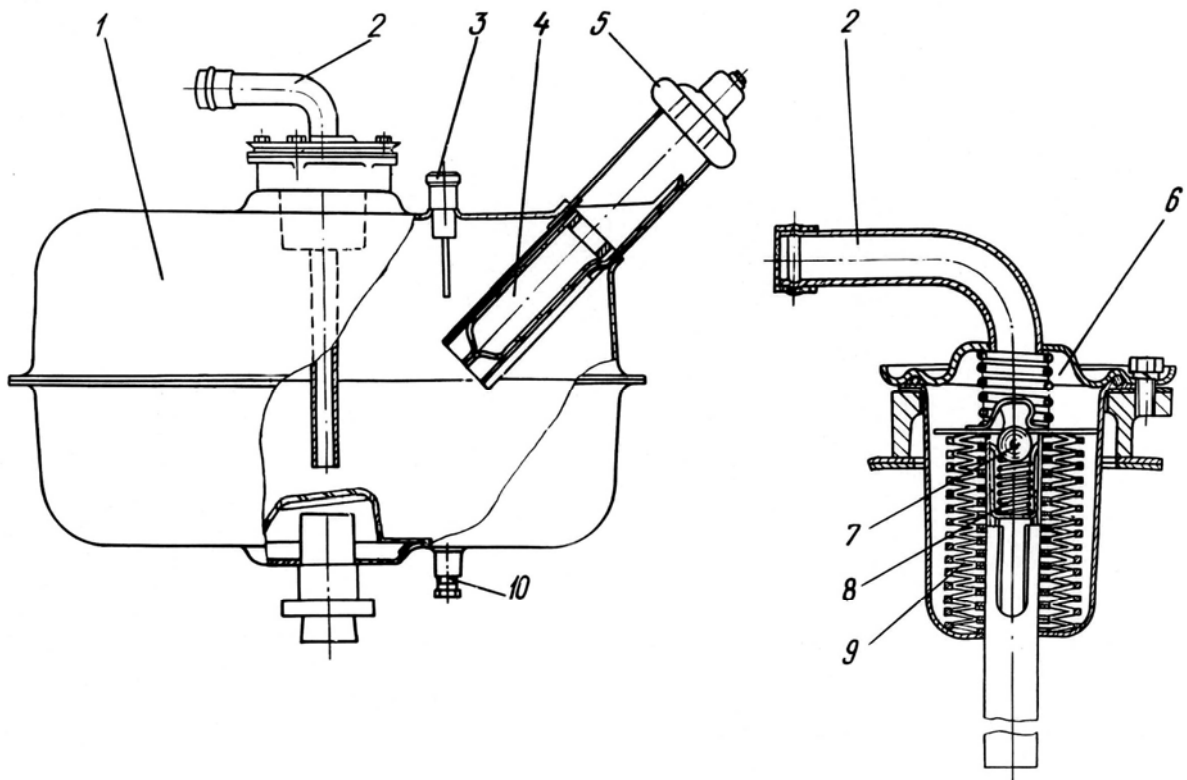

Рис.25.Бак масляный:
Масляный бак (рис.25) представляет собой сварной резервуар прямоугольной формы емкостью 50 л с горловиной для заливки и отверстием для слива масла.
1. Отвернуть сливную пробку 10 и слить масло из бака (рис.25).
1. Отвернуть и снять пробку 5 масляного бака (см. рис.25).